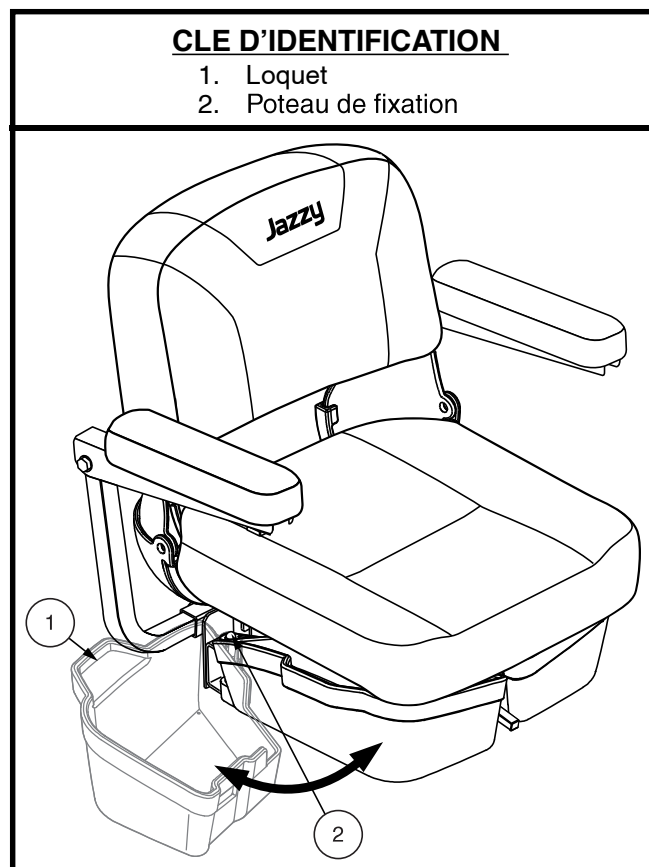

Figure 28. Stockage sous le siège
1. Soulevez légèrement le loquet situé sur le côté du bac de stockage sous le siège (voir figure 28) et pivotez le bac de stockage sous le siège vers l'extérieur et hors du Travel Scooter.
1. Soulevez légèrement le loquet situé sur le côté du bac de stockage sous le siège (voir figure 28) et pivotez le bac de stockage sous le siège vers l'extérieur et hors du Travel Scooter jusqu'à qu'il soit complètement ouvert.
2. Si équipé, retirer le stockage sous le siège. **Voir la figure 28.**
7. Si équipé, installez le stockage sous le siège. **Voir la figure 28.**